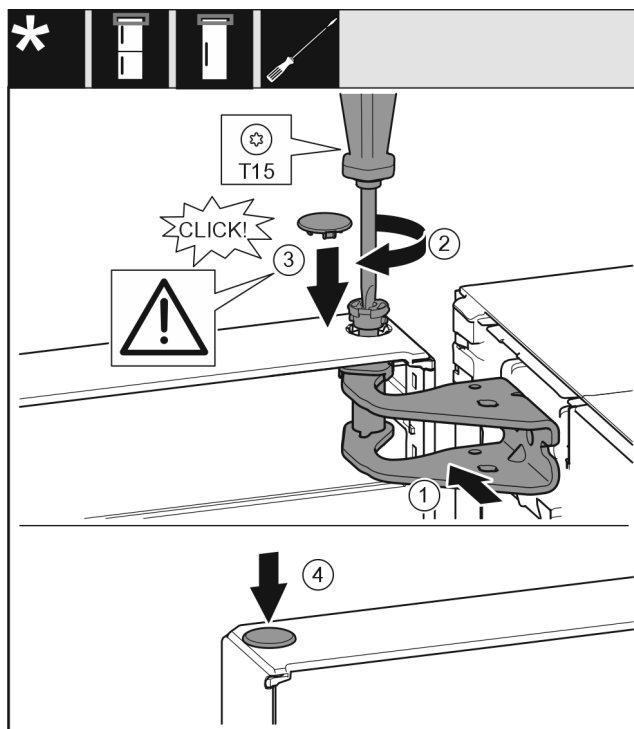

Fig. 21
- ▶ Poravnajte gornja vrata prema otvoru u podlošku ležaja Fig. 21 (1).
- ▶ Umetnite svornjak Fig. 21 (2) i pritegnite ga odvijačem.
- ▶ Postavite poklopac Fig. 21 (3).
- ▶ Provjerite da poklopac Fig. 21 (3) naliže na vrata.
- ▶ Postavite poklopac Fig. 21 (4).